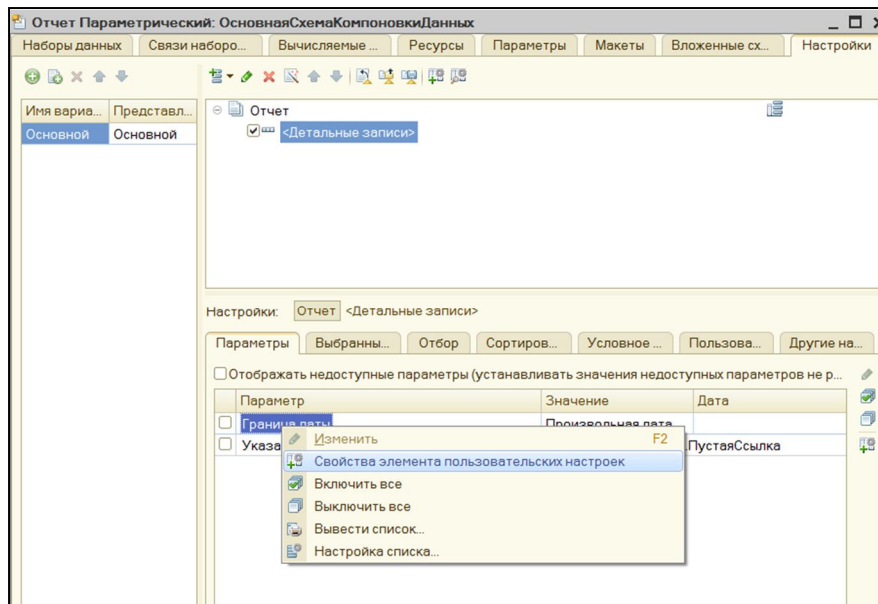

Рис. 51. Дополнительная вкладка «Параметры» окна «Настройки»
4) Чтобы предоставить пользователю возможность устанавливать параметры «Дата» и «Филиал», необходимо перейти на вкладку «Параметры» окна «Настройки» (рис. 51), выделить строку «Границы даты» и в контекстном меню выбрать пункт «Свойства элементов пользовательских настроек», указать вариант «Включать в пользовательские настройки».